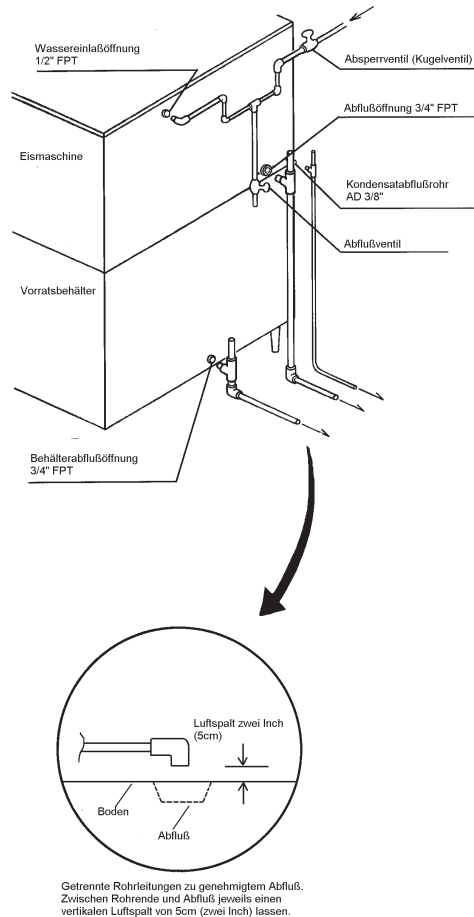

Abb. 6
7. WASSER- UND ABWASSERANSCHLÜSSE – Siehe Abbildung 6
- Der Abflußanschluß für die Eismaschine und den Vorratsbehälter hat ein Rohrrinnengewinde $\frac{3}{4}$ ". Der Kondensatablauf ist eine Leitung mit 10 mm Innendurchmesser. Der Abfluß der Eismaschine und der Kondensatorabflußanschluß müssen separat vom Behälterablauf angeschlossen werden. Der Wasserbehälterablauf ist zu entlüften, damit während des Ausgabezyklus ein ausreichender Durchfluß erreicht wird. (Siehe Abb. 6).
- Die Abflüsse sind nicht direkt an das Abwassersystem anzuschließen. Zwischen dem Ende der Abflußleitung der Eismaschine oder des Eisbehälters und dem Bodenablauf sollte ein vertikaler Mindestabstand von 5 cm vorhanden sein. (Siehe Abb. 6).